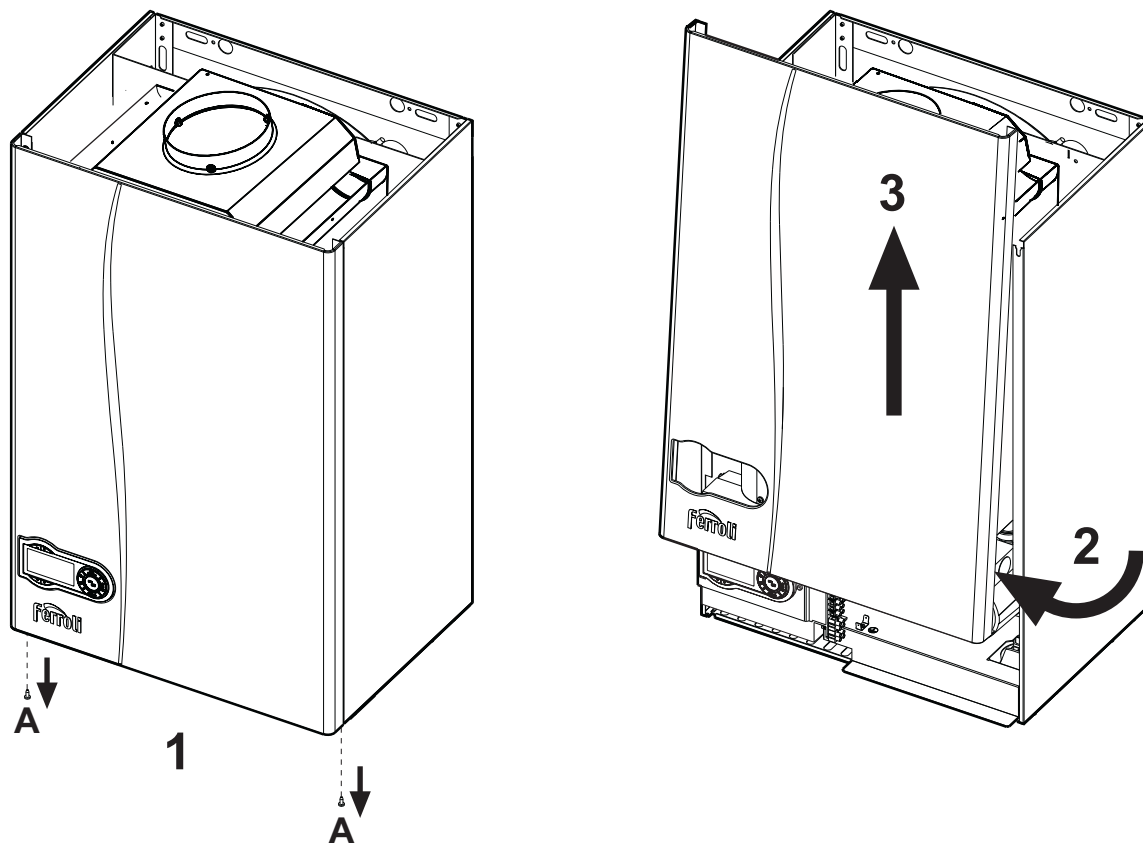

рис. 21 - Снятие кожуха
1. Отвинтите винты "А" (см. рис. 21).
2. Поверните кожух (см. рис. 21).